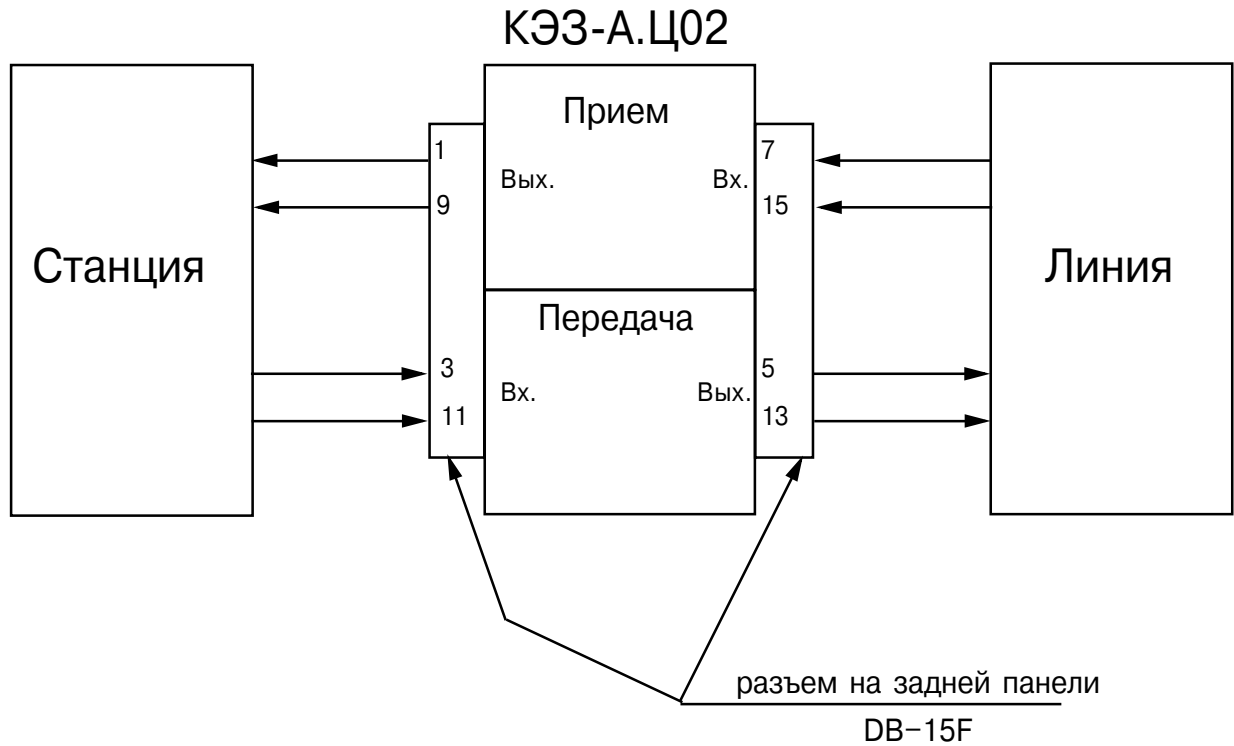

Рис.1.
1.1. Схема включения эхоградителя приведена на рис.1.